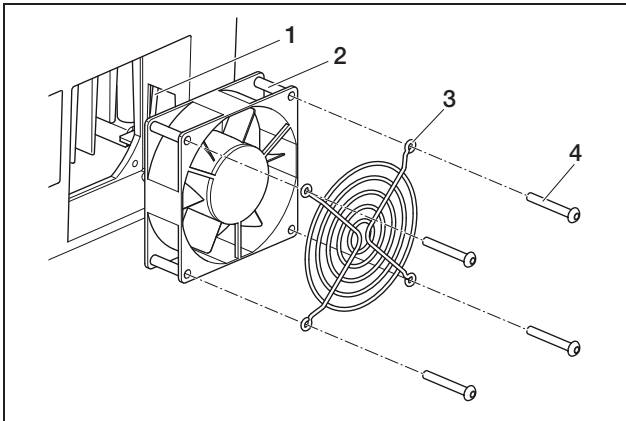

Figure 82: Démontage du ventilateur (convert 3T/3.5T/4T/5T)
- convert 3T/3.5T/4T/5T : Desserrez les vis (4 à la figure 82) et retirez la grille du ventilateur et le ventilateur avec précaution.